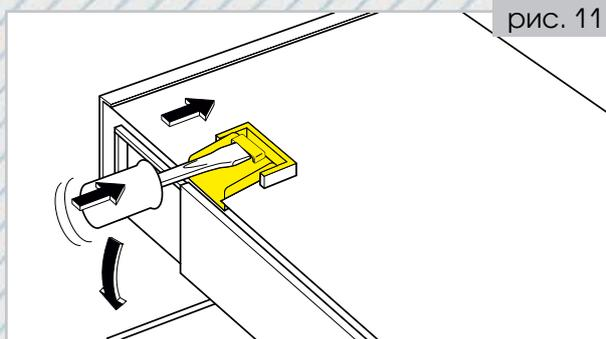

рис. 11
- Снять крышку с отсека питания с помощью отвертки. **(рис. 11)**